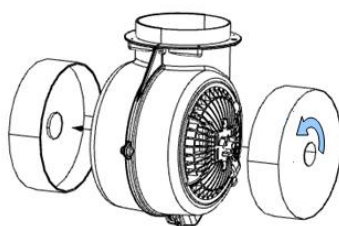

Fig. 7
Pour remplacer le ou les filtres à charbon actif (Fig. 7)
- Enlevez les filtres à charbon, situés à l'intérieur de la hotte sur le corps du ventilateur (Fig.7), en les tournant dans le sens opposé à celui des aiguilles d'une montre.